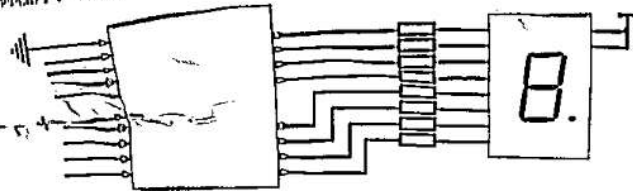

图 1 1 位静态显示电路
- (1) 如果 P3.5 (T1) 上每来 10 个脉冲数码管加 1。写出计数器的初值, 写出方式控制字。(2 分)
- (2) 指出图 1 电路的数码管是共阴极还是共阳极的? 写出它的字形代码。(2 分)
- (3) 在 P2.0 管脚上接一按键, 按下时输入低电平, 画出这个管脚的按键电路图。(2 分)
- (4) 请实现对 P3.5 (T1) 管脚上的脉冲, 每来 10 个脉冲数码管加 1, 加到 9 再加 1 时回零, 如果中间有按键按下的话数码管就清零, 不管回零还是清零, 清零为 0 时 需要把所计的脉冲数放入内部 RAM30H 单元。用 C 语言编制程序。(12 分)